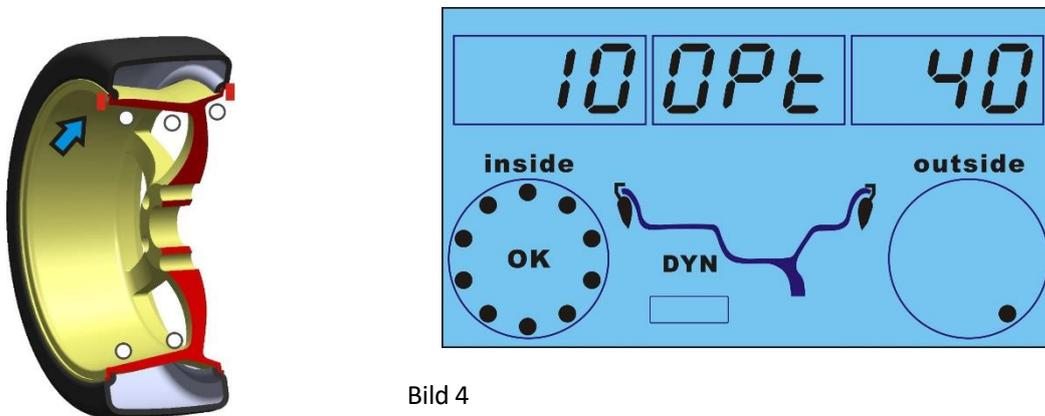

Bild 4
7. Bewege das Rad langsam gegen den Uhrzeigersinn, bis alle **linken** LEDs aufleuchten. Befestige das Gewicht an der 12-Uhr-Position (siehe Bild 4).